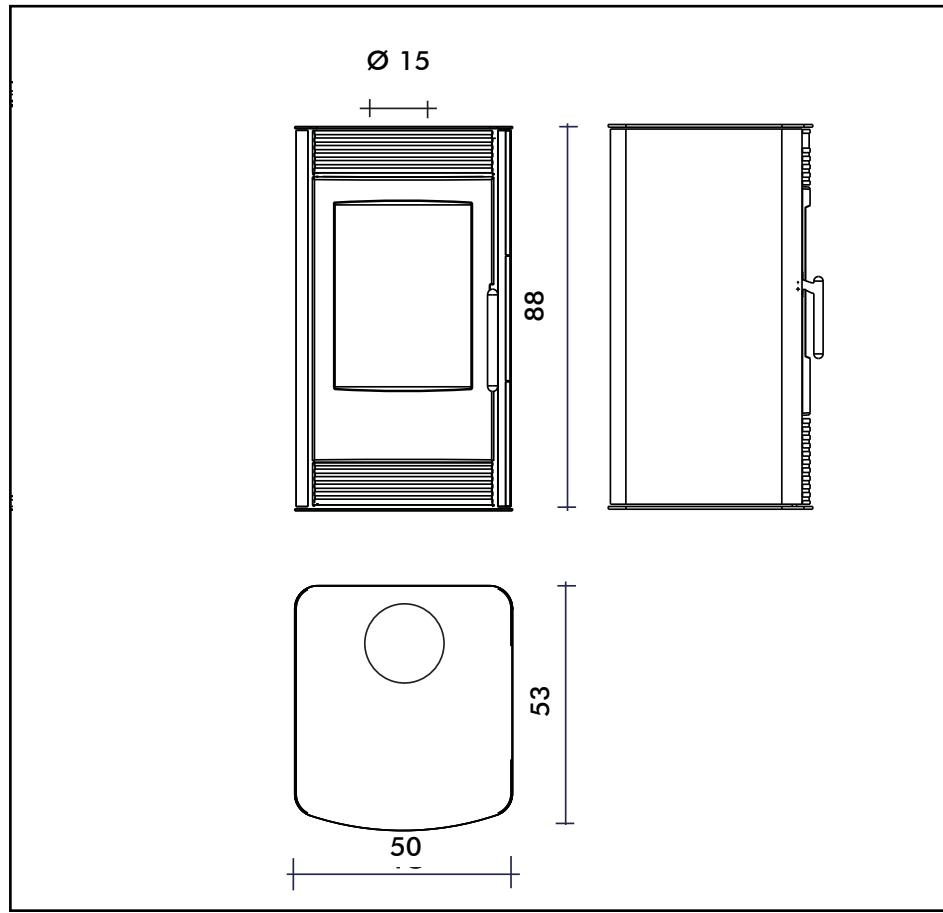

FIG. 4
- **La regolazione dell'aria primaria** si ottiene agendo sulla levetta A (Fig. 4), situata al centro della portina inferiore. Per aumentare l'aria comburente spostare la levetta verso destra (2), mentre per diminuire l'aria comburente spostare la levetta verso sinistra (1).
### PRIMA ACCENSIONE (Fig.4 - pag. 4)
- Aprire la valvola dell'aria comburente posizionando la leva **A in posizione 2 (Fig.4 pag. 4)**, aprire la valvola di tiraggio eventualmente inserita nel tubo di collegamento alla canna fumaria (canale da fumo).
- A fuoco troppo intenso si consiglia di chiudere parzialmente la valvola dell'aria comburente posizionando la leva **A in posizione 1 (Fig.4 pag. 4)** e di chiudere leggermente la valvola di tiraggio eventualmente installata sul tubo di collegamento alla canna fumaria (canale da fumo).